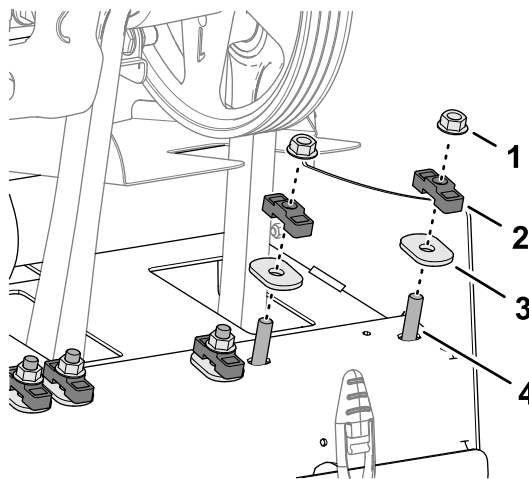

Figura 121
1. Scoateți cele 2 contrapiuli cu guler care fixează arborele amortizorului Roto-Link pe cadrul din spate al mainii (Figura 121).